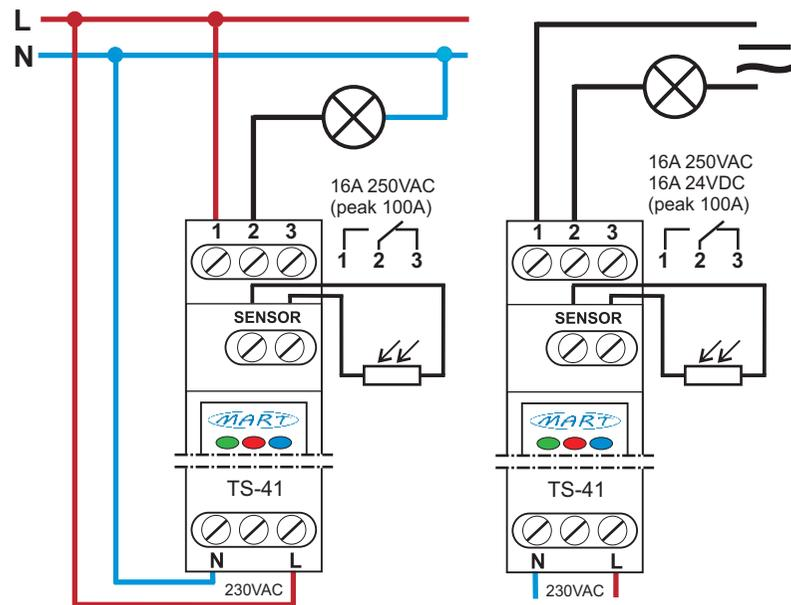

Bild 2: Anschlussschema des Dämmerungsschalters TS-41-3.3
3. Schließen Sie die Drähte gemäß dem Diagramm an (Abb. 2).